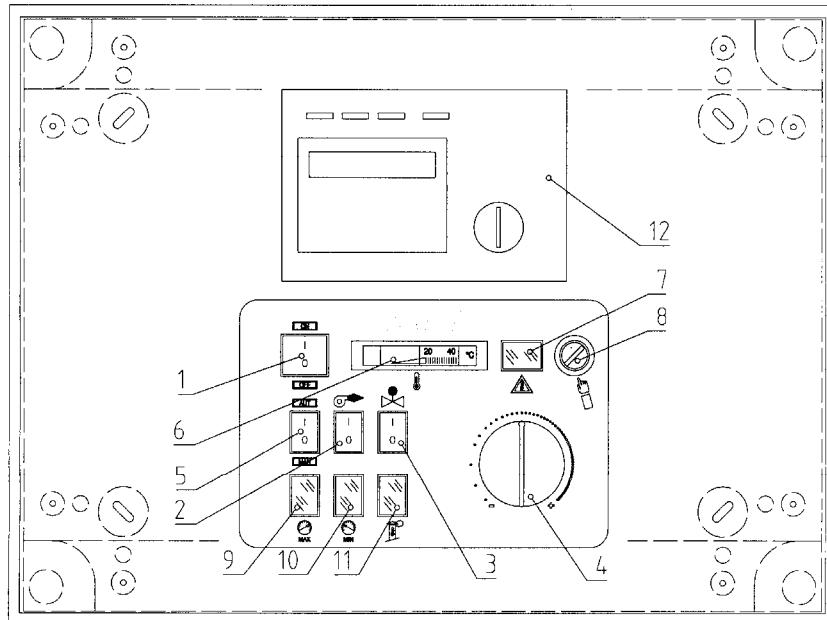

Fig. 1
4.5 MASTER CONTROL PANEL (Fig. 1)